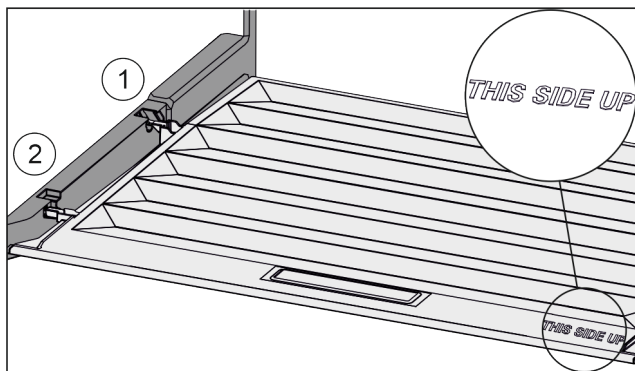

Fig. 129
- Пъхнете шийките на капака през отвора в задния държач Fig. 129 (1) и фиксирайте отпред в държача Fig. 129 (2).